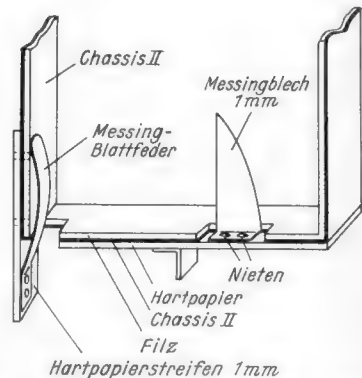

Bild 4. Kontaktstücke zum Durchschalten der Heizbatterie
7. Die Bedienung wird weiter vereinfacht, wenn die Heizbatterie-Attrappe vermieden wird. Stattdessen wird eine Kontaktnase isoliert auf Chassis II angebracht und zwar so, daß sich beim Einschieben des Taschenempfängers die Heizbatterie-Klemmfeder auf diese Nase aufschiebt. Dies ist der positive Heizkreisanschluß. Der negative Anschluß wird durch eine einfache Messingblattfeder hergestellt, die auf der dem Nf-Übertrager zugewandten Seite des Chassis II isoliert befestigt wird, damit der „positive“ Anodenanschlußstecker nicht über die Befestigungsschrauben auf der Frontplatte mit dem negativen Chassis in Verbindung kommen kann. Bild 4 veranschaulicht den Einbau dieser Teile. Im Chassis nach Bild 4 (Heft 1/1953) ist allerdings noch ein Ausschnitt vorzusehen, damit die Nase in das Chassis des Taschenempfängers greifen kann und mit der Heizbatteriefeder Kontakt bekommt. Konrad Sauerbeck